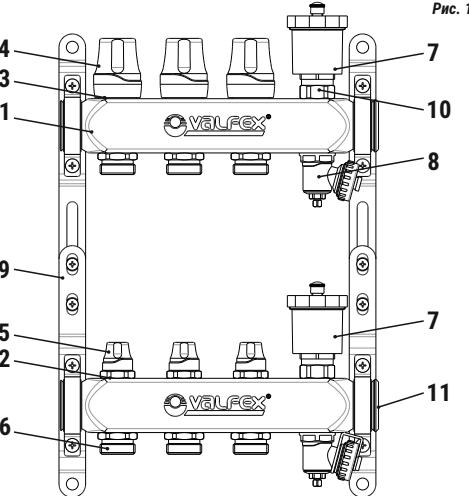

Рис. 1
- Состав коллекторной группы (Рис.1)